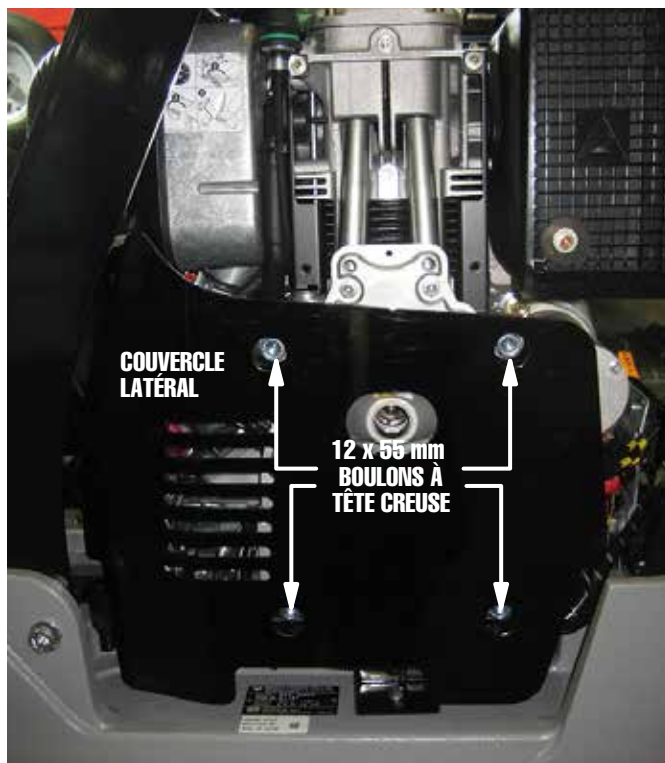

Figure 32. Installation du couvercle latéral
18. Fixer le couvercle latéral à la plaque vibrante avec les quatre boulons à tête creuse de 12 x 55 mm qui ont été retirés précédemment (Figure 32). Serrer au couple les boulons à 54,2 pi-lb (73,5 Nm).